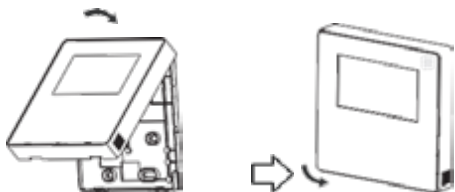

Abb. 3-8
- Setzen Sie das vordere Gehäuse an die Rückplatte und montieren Sie es so, dass alle Haken und Verriegelungen rasten. Achten Sie darauf, dass Sie die Drähte zwischen der Platte und dem Gehäuse nicht abschneiden. (Abb. 3-8)